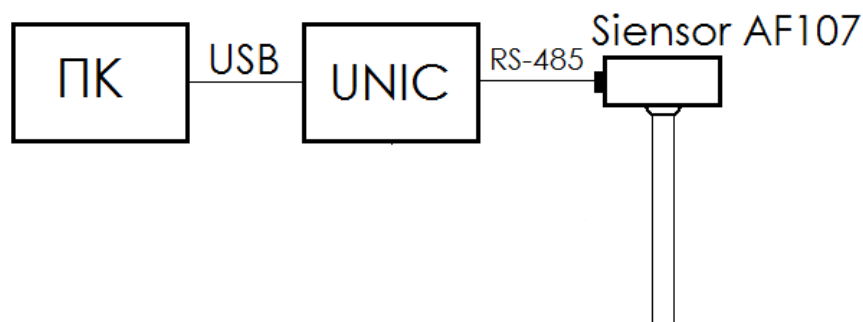

Рис. 4.1 Схема подключения аналогового ДУТ Siensor AF107 к ПК
2. Подключите ДУТ к ПК согласно схеме (рис. 4.1).